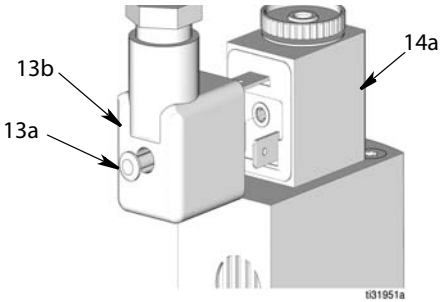

Рис. 36
7. Ослабьте винт (13а) с задней стороны разъема mini DIN соленоида (14а) и отсоедините его от разъема соленоида (14а). Отсоедините кабельный жгут (Рис. 36).
3. Снова подключите разъем DIN (13b) к разъему соленоида (14а) (Рис. 36).